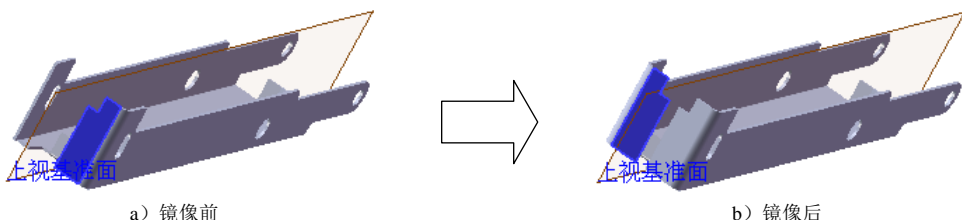

图 12.5.27 镜像 2
Step13. 创建图 12.5.27 所示的镜像 2。
- (1) 选择命令。选择下拉菜单 **插入(I)** → **阵列/镜向(E)** → **镜向(M)...** 命令。
- (2) 定义镜像基准面。选取上视基准面作为镜像基准面。
- (3) 定义镜像对象。选择边线—法兰 4 作为镜像 2 的对象。
- (4) 单击 按钮，完成镜像 2 的创建。